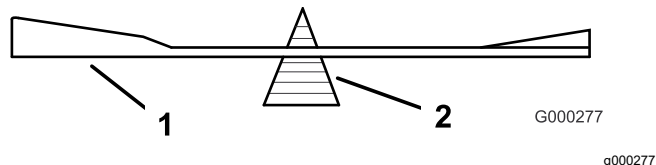

Рисунок 28
2. Проверьте балансировку ножа с помощью балансировочного устройства для ножей (Рисунок 28).